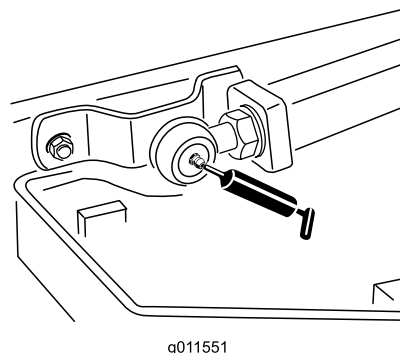

Figura 44
- 2 giunti a sfera del braccio di sollevamento (Figura 44)